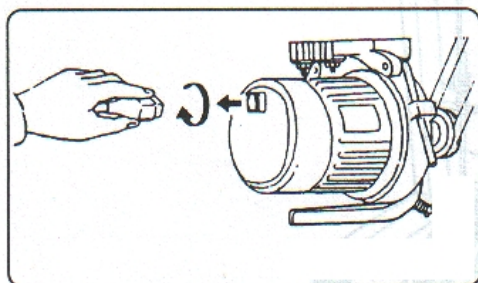

Рисунок 3-5
(1) После завершения сборки и установки машины, соедините проводку согласно соединительной диаграмме мотора, или инструкции контроллера, и сделайте проверочный запуск машины. Если смотреть на шкив, то направление его движения должно быть по часовой стрелке, как указано на рисунке. Если направление движения шкива неправильно, его можно изменить, развернув вилку на моторе на 180 градусов. См. рисунок 3-5.
(2) После запуска машины, посмотрите на округлый индикатор циркуляции масла и убедитесь, что масло циркулирует. Если масло брызжет струёй, это значит, что система в порядке. Отметьте, есть ли что-либо отклоняющееся от нормы при проверочном запуске. Машину можно запускать в эксплуатацию только после того, как Вы убедитесь в отсутствии каких-либо неполадок.